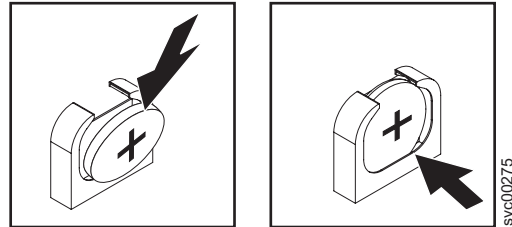

図 147. SAN ポリウム・コントローラー 2145-8G4CMOS バッテリー・ホルダー
- b. バッテリーを下に押し、所定の場所でカチッと音を立てるまでソケットに入れます。図 147 に示すように、バッテリー・クリップがバッテリーを確実に保持するようにします。